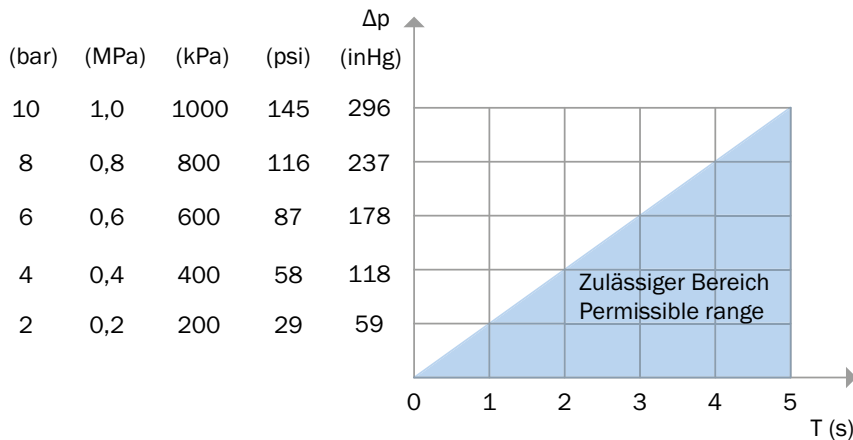

Abbildung 1: Minimal zulässige Periodendauer T bei maximaler Druckschwankung Δp Transport, Verpackung und Lagerung
- Ein unzulässiges Aufheizen des Geräts durch sich wiederholende Kompression der Druckluft ist zu vermeiden. Die minimal zulässige Periodendauer bei Druckschwankungen Δp ist in Abbildung 1 angegeben.